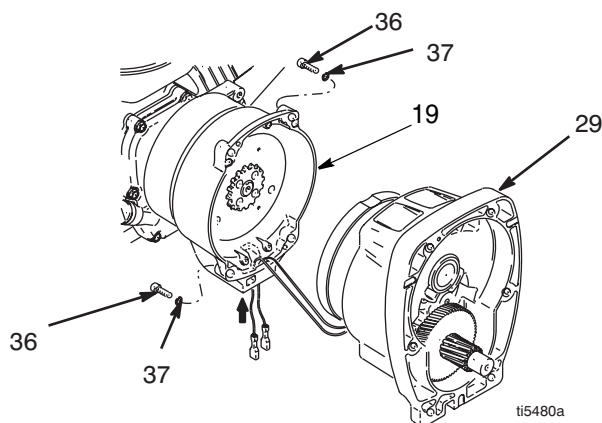
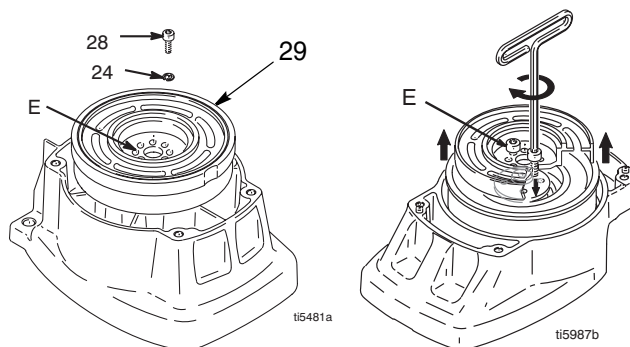

Рис. 4
Рис. 5
2. Рис. 4. Отключите соединители троса сцепления от внутренней стороны регулировки давления.
3. Рис. 4. Отверните четыре винта (36) и ведущую шестерню (29).
4. Рис. 5. Положите ведущую шестерню (29) на верстак рабочим колесом вверх.
5. Отверните четыре винта (28) и шайбу Гровера (24). Вставьте два болта в резьбовое отверстие (E) в рабочем колесе. Поочередно затягивайте болты до тех пор пока не сойдет рабочее колесо.
9. Рис. 5. Положите ведущую шестерню на верстак рабочим колесом вверх.
10. Нанесите резьбовой герметик на болты. Установите четыре болта (28) и шайбы Гровера (24). Поочередно затягивайте болты до 125 дюйм-фунт до тех пор пока рабочее колесо не будет крепко сидеть. Используйте резьбовые отверстия, чтобы заблокировать рабочее колесо.
11. Рис. 4. Установите ведущую шестерню (29) с четырьмя болтами (28) и шайбами (37).